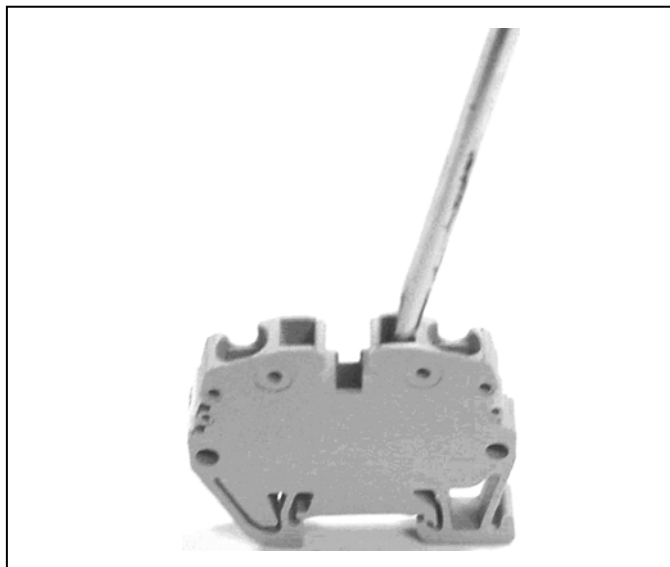

Figure 21 - Tournevis inséré dans l'ouverture «outil»
**Étape 2 :** Commencer par insérer la lame d'un petit tournevis dans l'ouverture carrée (outil), la surface plate de la lame appuyée sur la paroi arrière de l'ouverture (consulter la Figure 21). En exerçant un peu de pression, pousser le tournevis vers le centre de la pince selon un angle léger. S'assurer de le glisser jusqu'à ce qu'un clic se fasse entendre. La pince s'ouvrira dans l'ouverture prévue pour le fil.